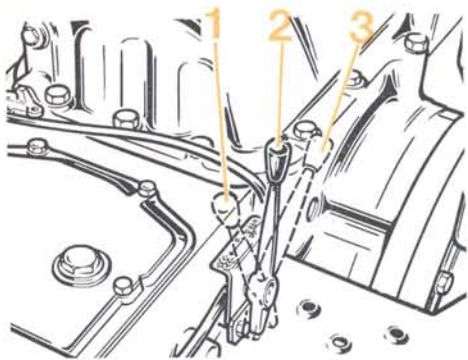

FIG. 21
**Nota :** Lorsque la prise de mouvement n'est pas utilisée, laisser la poignée en position embrayée (2), le levier de crabotage étant bien entendu au point mort (voir fig. 21).